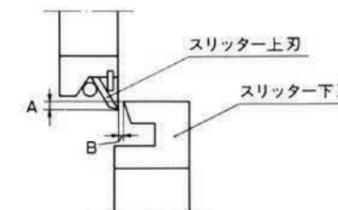

図3
刃のセッティング及び、開放の場合上刃と下刃のかみ合せ部分図3③に、間隔をあてる必要がある。